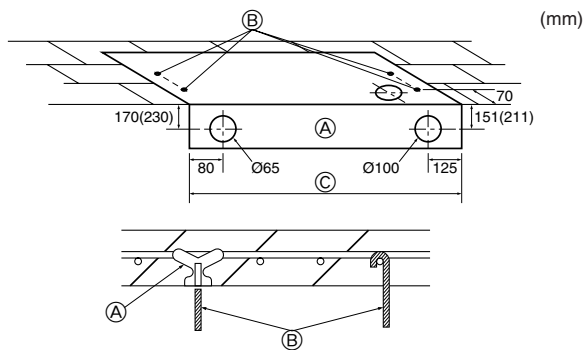

Fig. 3-3
- ① Salida de aire frontal
② Salida de aire lateral izquierda
③ Salida de aire lateral derecha
④ Pieza independiente (extraíble)
⑤ Tubería de drenaje derecha
⑥ Tubería de drenaje izquierda
⑦ Tubería del gas
⑧ Tubería del líquido
3.2.3. Selección de las posiciones de los tubos y de los pernos de suspensión (Fig. 3-3)